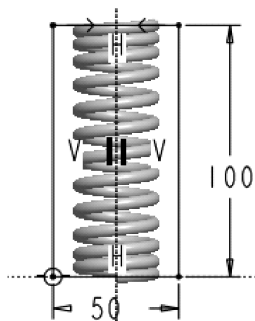

图 6-94 拉伸截面
(15) 使用【拉伸】工具去除两端多余的材料，拉伸时使用“FRONT”基准面作为草绘平面，其余使用缺省设置，拉伸截面如图 6-94 所示。